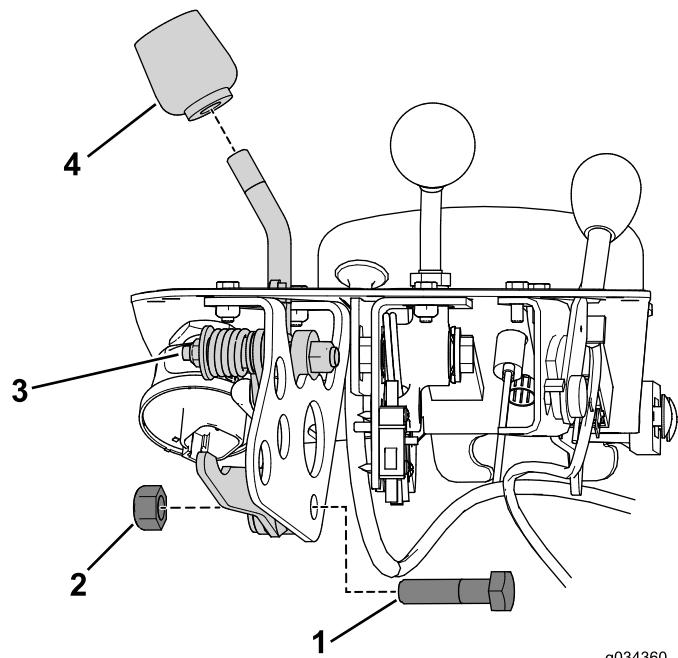

**Рисунок 7**
5. Открутите гайки, которые крепят бесконтактные датчики к кронштейну рычага управления навесными орудиями (Рисунок 7).